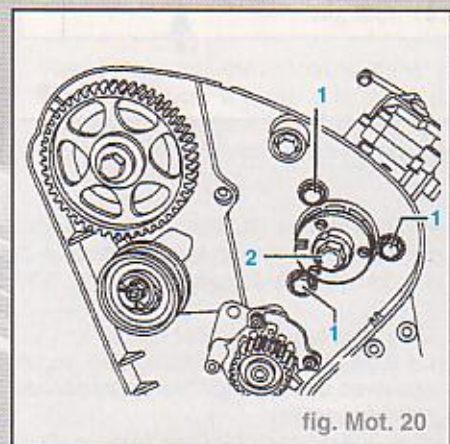

fig. Mot. 20
- Dévisser les vis de fixation (1) de la console (fig. Mot. 20).